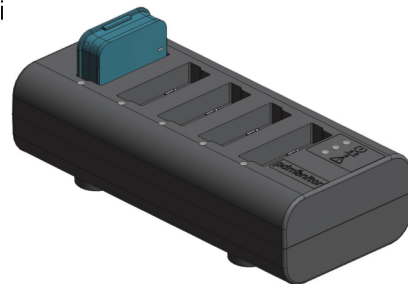

Figure 6: Mise en place des dispositifs de suivi PDMonitor® dans la SmartBox
6. Placez les dispositifs de suivi dans la SmartBox comme illustré par la Figure 6